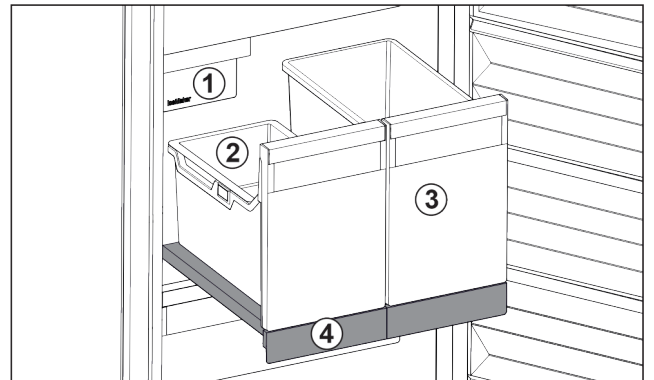

Fig. 98 Uitschuifplateau met IceTower
Op het uitschuifplateau bevinden zich twee hoge bakken (IceTower). In de bak Fig. 98 (2) worden ijsblokjes uit de IceMaker verzameld en bewaard. Bak Fig. 98 (3) is geschikt voor het bewaren van hoge levensmiddelen zoals pizza's of alcoholische dranken.